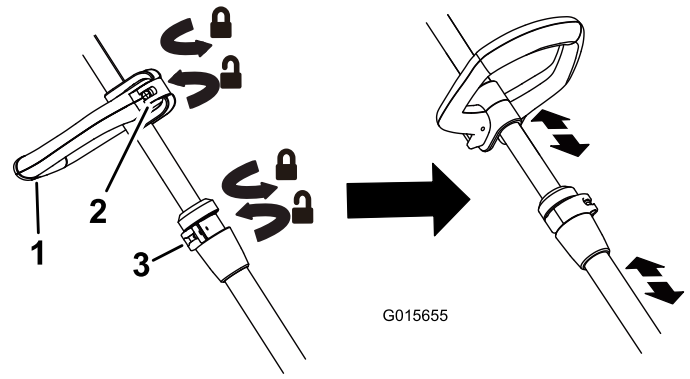

Figura 4
- Para ajustar la altura de la empuñadura, abra la palanca del pestillo, deslice la empuñadura hacia arriba o hacia abajo hasta la altura deseada y cierre la palanca del pestillo (Figura 4).
- Para ajustar la altura de la desbrozadora, abra la palanca de ajuste y deslice el mástil hacia arriba o hacia abajo a la altura deseada, luego cierre la palanca (Figura 4).